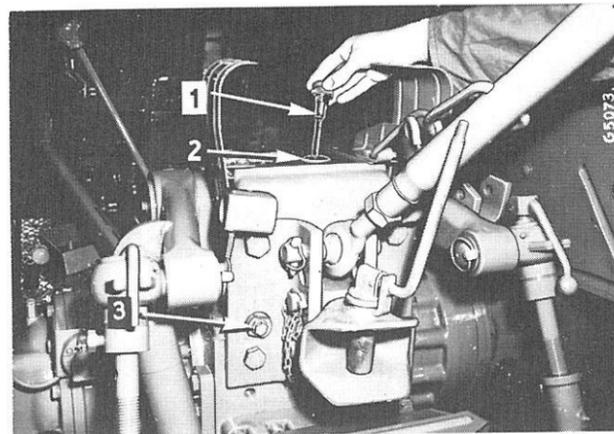

Fig. 73
Dévissez et retirez le filtre du reniflard avec la jauge (1) Fig. 73 et nettoyez celle-ci. Introduisez la jauge à fond sans la visser sur les filets de l'orifice.
Abaissez complètement les bras de relevage. Retirez le bouchon de vidange (3) et la jauge (1), Fig. 73. Videz l'huile dans un récipient à l'aide d'un tuyau.